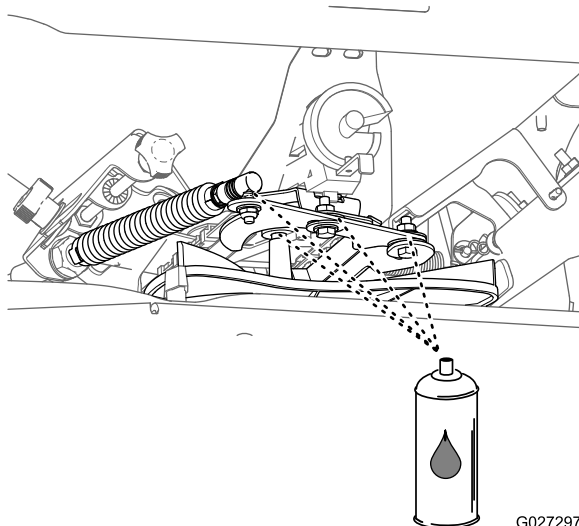

Figure 51
9. Appliquez du lubrifiant hydrofuge sur les composants, comme montré à la Figure 51.